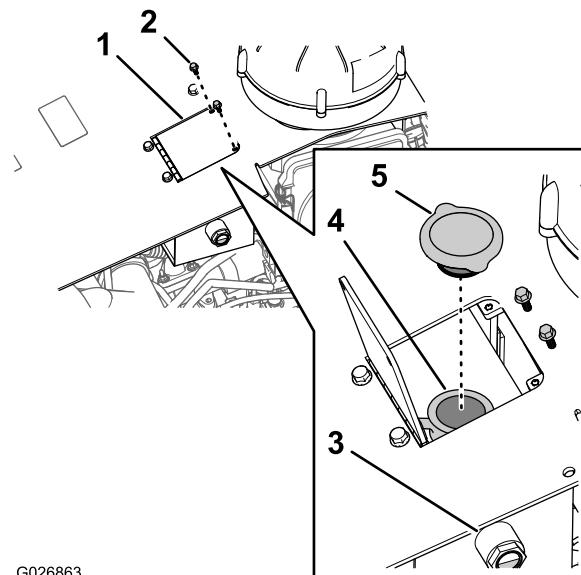
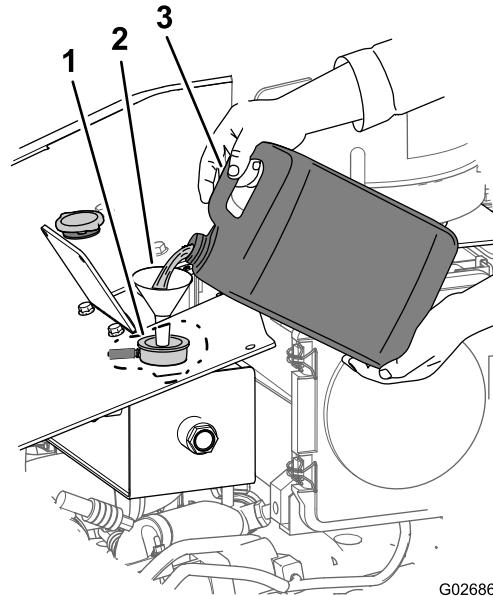

Figura 98
Figura 105
4. Compruebe el nivel de refrigerante mirando la mirilla situada en el lado del depósito de expansión (Figura 98).
- A. Retire los 2 pernos de cabeza hexagonal que sujetan la tapa del depósito al capó de la máquina, y abra la tapa del depósito (Figura 98).
- B. Retire el tapón del depósito auxiliar y añada refrigerante hasta que el nivel llegue al punto medio de la mirilla (Figura 98).
2. Retire los 2 pernos de cabeza hexagonal que sujetan la tapa del depósito al capó y abra la puerta (Figura 98).
3. Retire el tapón del depósito auxiliar (Figura 98).
- 1. Retire el tapón del radiador del depósito auxiliar (Figura 98).
- 2. Llene el sistema de refrigeración con la mezcla de refrigerante especificada (Figura 105) hasta que el nivel de fluido llegue a la mitad de la mirilla (Figura 98).
- 3. Instale el tapón del depósito auxiliar (Figura 98).
- 7. Cierre la tapa del depósito y sujetela al capó con los 2 pernos de cabeza hexagonal (Figura 98) que retiró en el paso 2 de **Drenaje del refrigerante del sistema** (página 69).